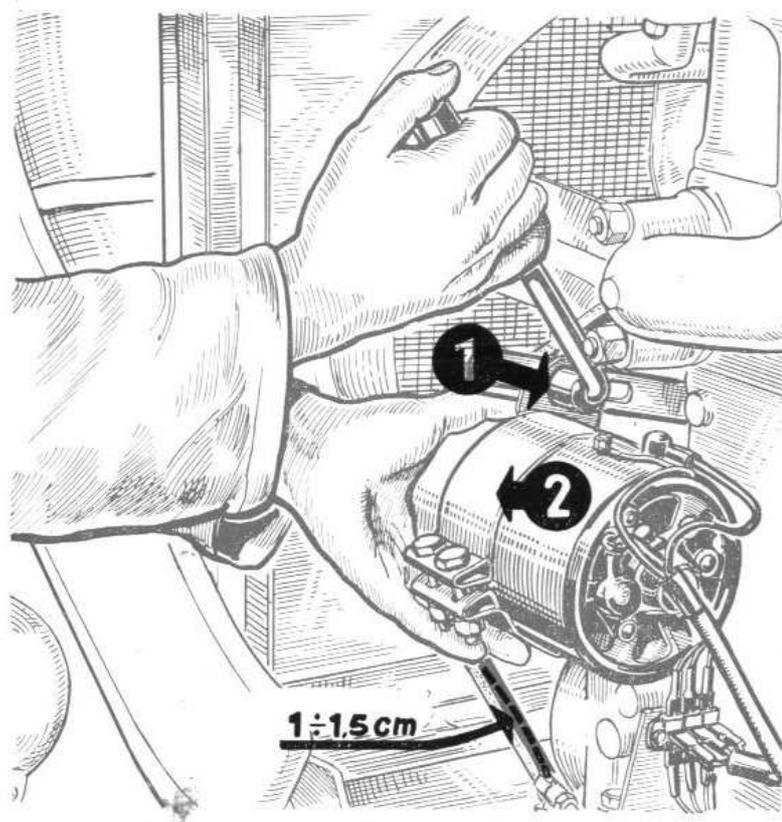

FIG. 22
18 COURROIE DE COMMANDE DU VENTILATEUR ET DE LA DYNAMO (Fig. 22)
- desserrer l'écrou qui retient la dynamo à la glissière supérieure (**rep. 1, fig. 22**).
Dans ce cas, déplacer la dynamo sur son support après desserrage des deux boulons prévus à cet effet sur le collier (**rep. 2, fig. 22**).